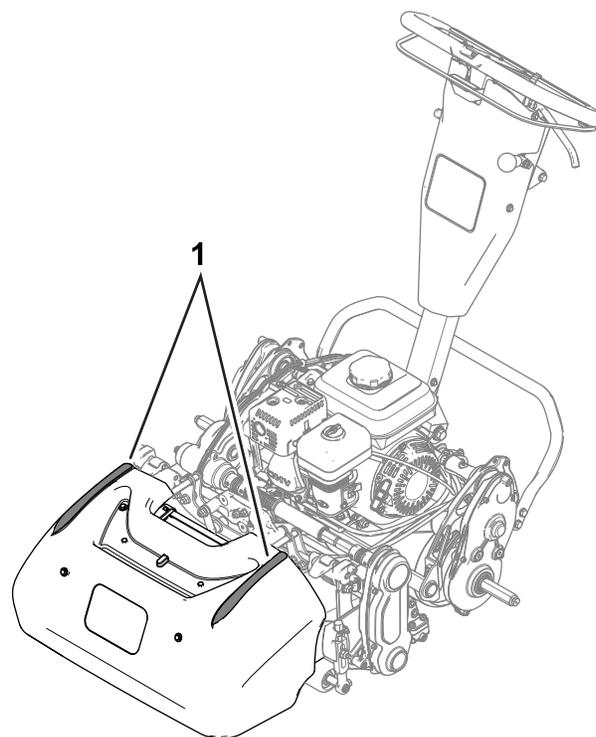

Figura 20
- Per tosare in linea retta il green e mantenere la macchina alla medesima distanza dal bordo della falciatura precedente, utilizzate le strisce di allineamento sul cesto (Figura 20).